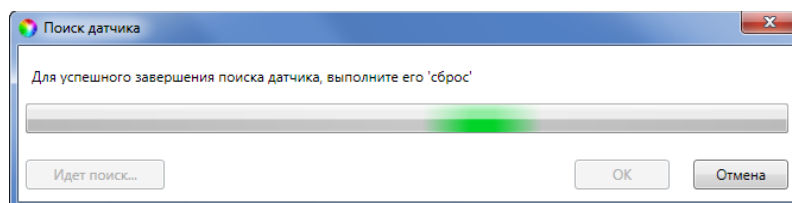

Рисунок 7.42 — Поиск радиоустройства
3. После нажатия кнопки *OK* начнется поиск радиоустройства контроллером (см. рисунок 7.42). Для того чтобы устройство было найдено контроллером, его следует перевести в режим связывания (выполнить «сброс»).